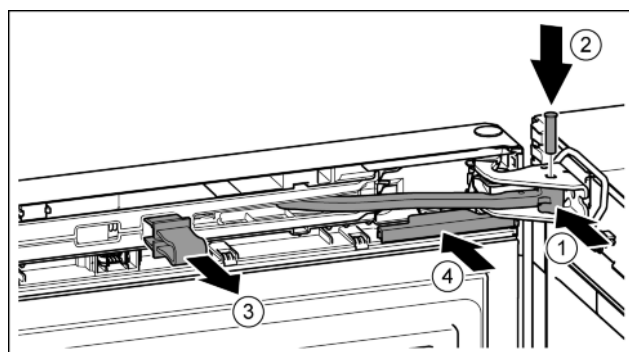

Fig. 24
- ▶ Okrenite zglobove u podlošku ležaja. Fig. 24 (1)
- ▶ Umetnite svornjake u podložak ležaja i zglobove. Pritom pazite da ispučenje za blokiranje ispravno dosjedne u utor. Fig. 24 (2)
- ▶ Skinite osigurač. Fig. 24 (3)
- ▶ Natakните pokrov. Fig. 24 (4)